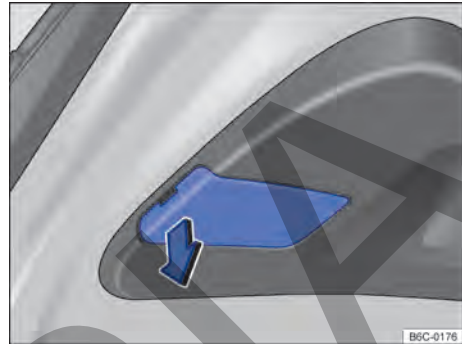

Fig. 129 En la tapa trasera: desmontar la cubierta de la linterna trasera.
- ① Observar la lista de control y ejecutar las acciones → pág. 159.
- ② Abrir la tapa trasera → pág. 72.
- ③ Retirar con cuidado la cubierta → fig. 129 en la tapa por el reborde existente.